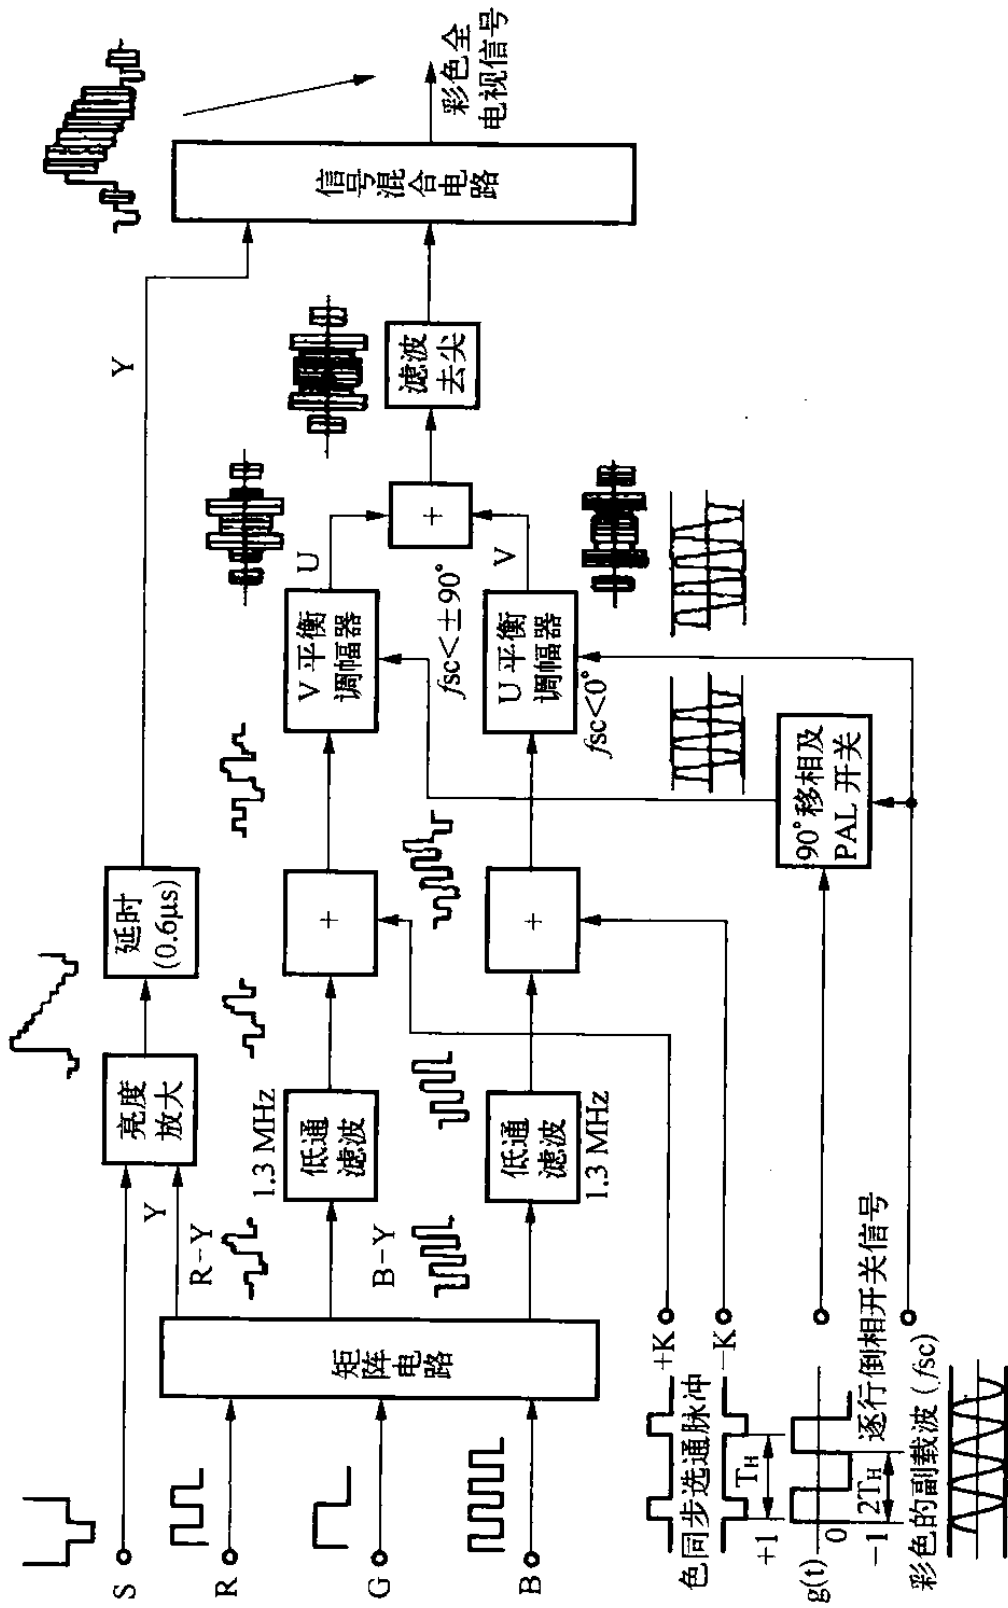

图 1-4 PAL 编码器电路框图
(6) PAL 制编码与解码
① PAL 编码器及信号编码过程。PAL 编码器的电路组成框图如图 1-4 所示。